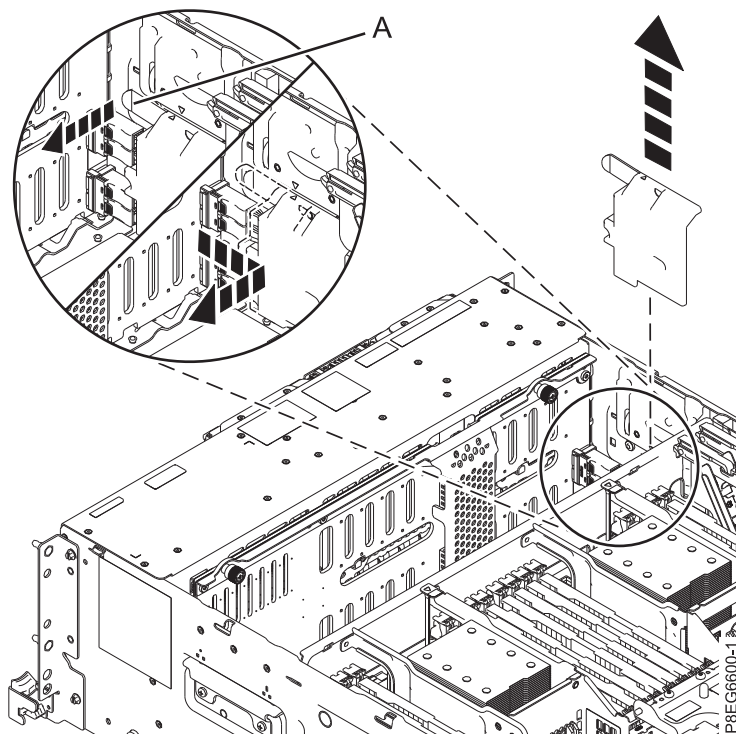

Abbildung 2. SAS-Kabelabdeckung entfernen
3. Entfernen Sie das vordere SAS-Kabel von der Abdeckung. Fassen Sie den Griff (A) an und ziehen Sie ihn von der Seite des Systems weg. Schieben Sie anschließend die Abdeckung zur Rückseite, um sie ausbauen zu können (siehe Abb. 2).